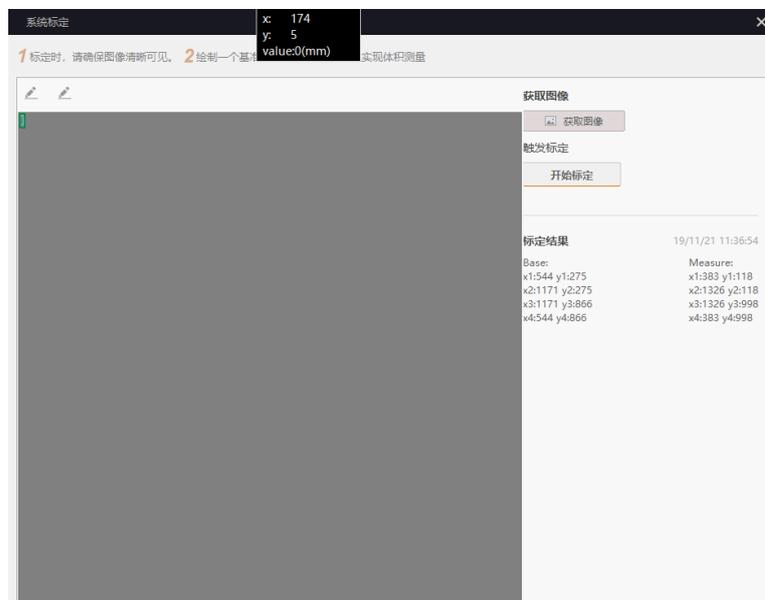

图2-8 系统标定
3. 点击客户端控制工具条的“标定”图标，进入系统标定窗口，如图 2-8 所示。